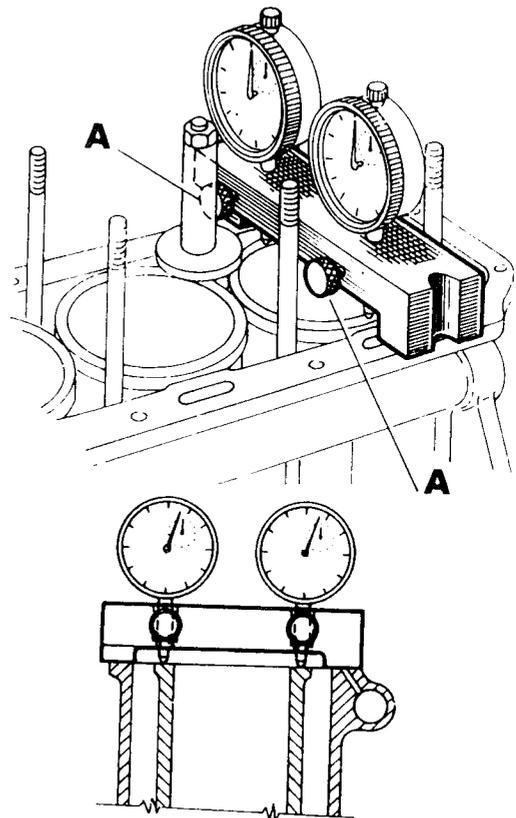

Bild 49
- Einen Gummidichtring über den Bund der Laufbüchsen setzen. Falls die ursprünglichen Laufbüchsen verwendet werden, auf die Kennzeichnung achten. Jede Zylinderlaufbüchse muss 0,01 bis 0,06 mm über den Zylinderblock herausstehen. Um dieses Mass genau zu ermitteln, muss das in Bild 49 gezeigte Spezialwerkzeug C.6.0148 benutzt werden. Der Messblock sitzt